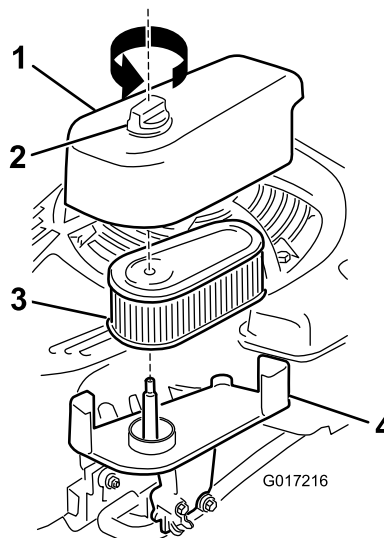

Figure 29
1. Retirez la fixation du couvercle du filtre à air et déposez le couvercle (Figure 29).